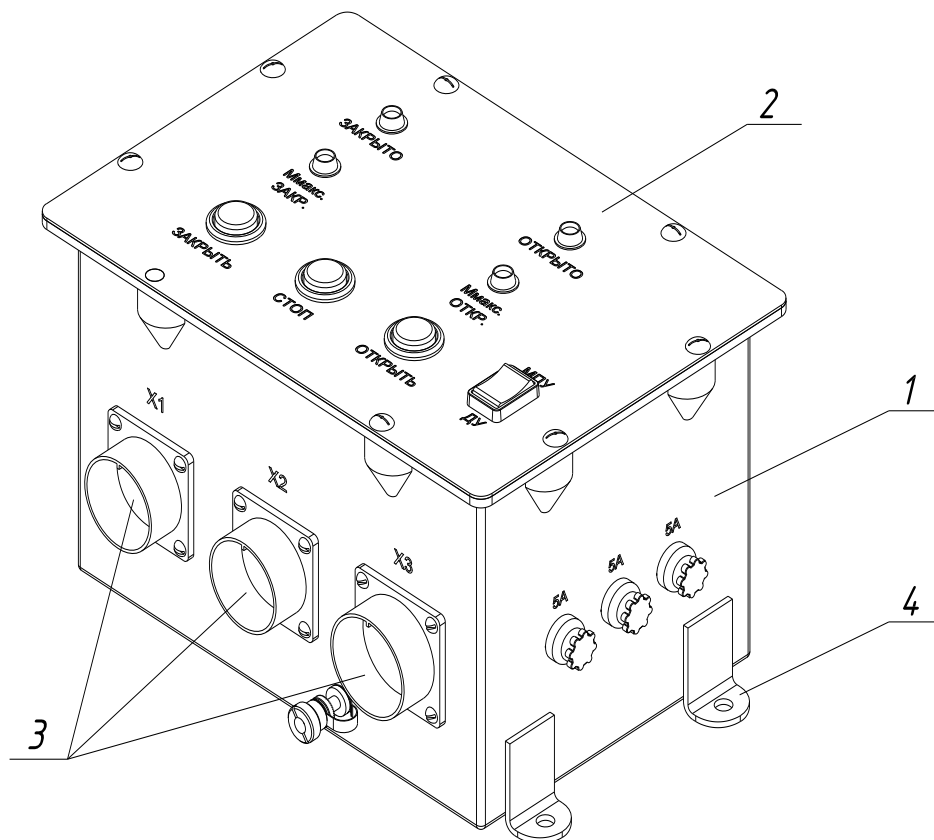

Рис. 1. Местный пульт управления ПУ-1
1.3.1 ПУ-1 представляет собой блочную конструкцию (см. рисунок 1), состоящую из кожуха 1 и лицевой панели 2. На лицевой панели ПУ-1 расположены органы управления и индикации. На боковой стенке кожуха имеются штепсельные разъёмы 3, болт заземления и предохранители. Для крепления ПУ-1 используются кронштейны 4.